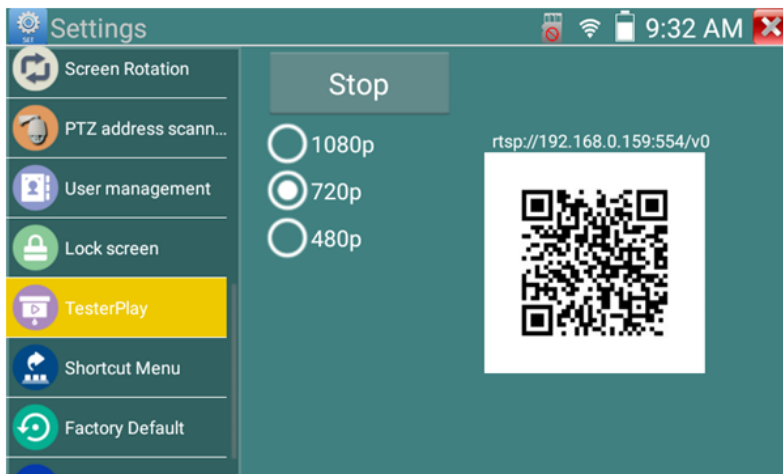

Рис. 19 Приложение Tester Play
- 1) Найдите ярлык приложения TesterPlay в настройках тестера (рис. 19);